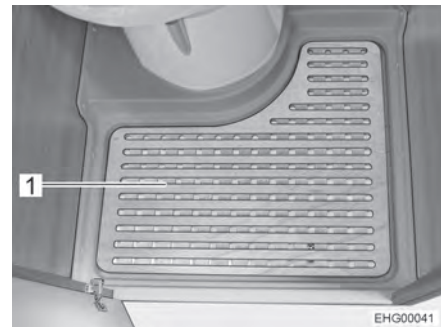

Fig. 114 Placa del fondo de quita y pon
- Quitar la placa del fondo de quita y pon (Fig. 114,1) para ducharse.